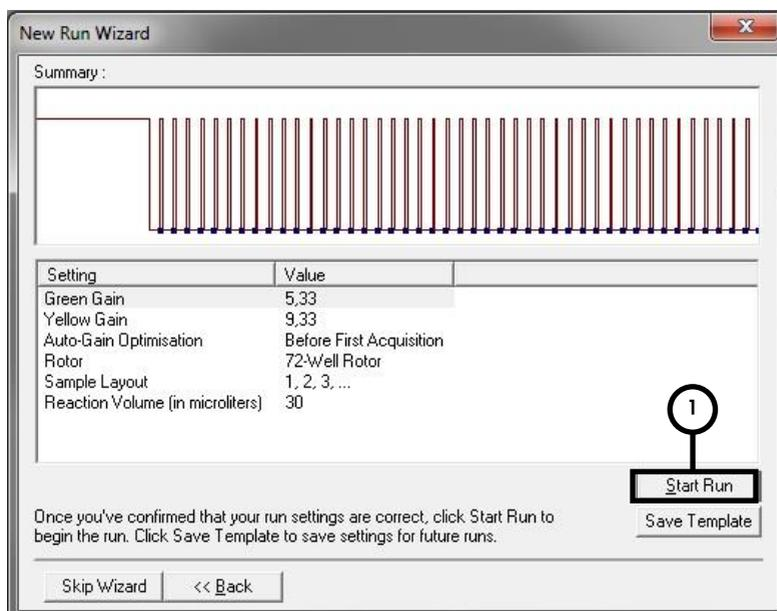

Figura 8. Avvio del processo.
Avvio del processo	Figura 8
11. I valori del gain determinati con la calibrazione dei canali sono salvati automaticamente e sono elencati nell'ultima finestra del menu della procedura di programmazione (Figura 8). Cliccare su **Start Run** (Avvio processo).